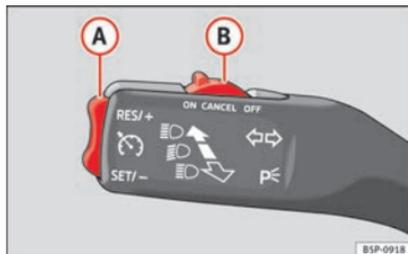

Fig. 136 Palanca de intermitentes y de luz de carretera: mando y tecla basculante para el regulador de velocidad.
- Cuando se haya alcanzado la velocidad que se quiere programar, pulse brevemente la parte inferior de la tecla basculante **SET/- »» fig. 136 (A)** una vez.
- Presione la parte superior de la tecla basculante **RES/+ »» fig. 136 (A)** para aumentar la velocidad. El vehículo acelerará mientras mantenga la tecla presionada. Al soltar la tecla quedará memorizada la nueva velocidad.
- Presione la parte inferior de la tecla basculante **SET/- »» fig. 136 (A)** para reducir la velocidad. El vehículo reducirá la velocidad desacelerando automáticamente mientras mantenga la tecla presionada. Al soltar la tecla quedará memorizada la nueva velocidad.
Si se reduce la velocidad programada pisando el pedal del freno, se desactiva el regulador de velocidad. Si quiere activar de nuevo el regulador, bastará con presionar una vez la parte superior de la tecla basculante **RES/+** » fig. 136 **(A)**.